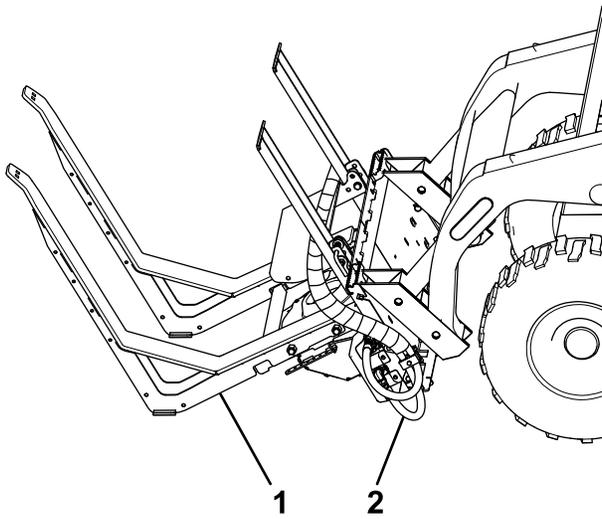

Bild 21
2. Trennen Sie die Hydraulikschläuche vom Kompaktlader und wickeln Sie diese um die Schlauchhalterungen (Bild 21).
4. Senken Sie die Aufnahmeplatte in die Ruheposition ab (Bild 21), bis sich diese frei vom Streuerrahmen schieben lässt, fahren Sie dann den Kompaktlader vom Rahmen weg.